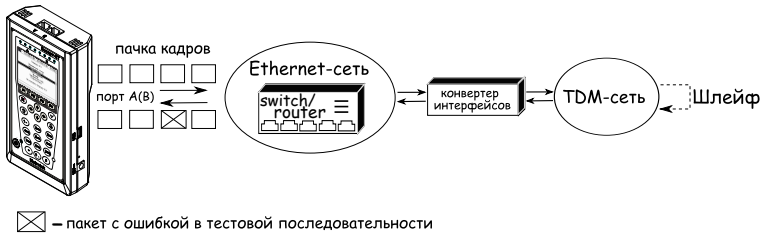

Рис. 7.62. Тестирование на канальном/сетевом уровне (вариант 1)
- На **канальном уровне** к данным добавляется Ethernet-заголовок, что позволяет передать тестовые пакеты через сеть, которая содержит устройства, работающие на втором уровне модели OSI (например, сетевой коммутатор (switch)). Способы подключения прибора к тестируемой сети показаны на рис. 7.62, 7.63, 7.64.
- На **сетевом уровне** данные помещаются в IP-пакет, а затем — в Ethernet-кадр. Это позволяет передать тестовые пакеты через сеть, которая содержит устройства, работающие на канальном и сетевом уровнях (например, сетевой коммутатор, маршрутизатор (router)). Способы подключения прибора к тестируемой сети показаны на рис. 7.62, 7.63, 7.64.
- На **транспортном уровне** формируется Ethernet-кадр, содержащий IP- и UDP-заголовок, что позволяет передать тестовую последовательность с использованием транспортных протоколов. Способы подключения прибора к тестируемой сети показаны на рис. 7.62, 7.63, 7.64.